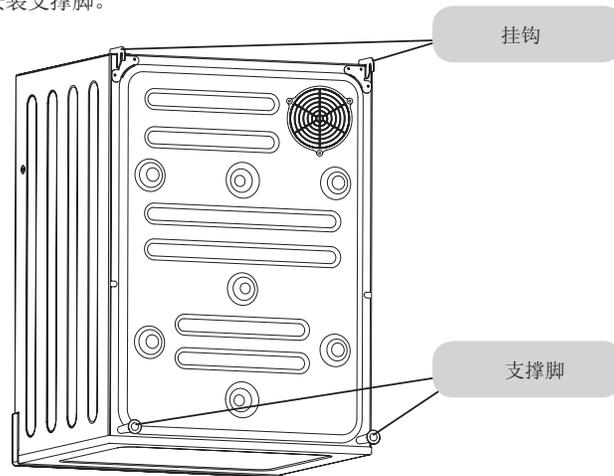

图 3
4. 如图3所示将挂钩组装并紧固到位。
如图3所示安装支撑脚。